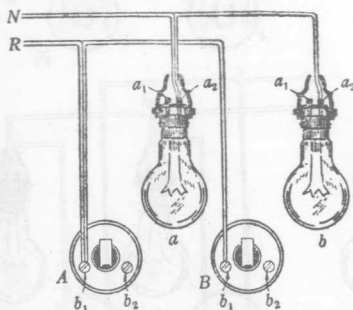

图 8. 正确接綫的第二步
2. 裝接开关綫：方法是把火綫自电源那里引出来，先接在开关 A 的接綫柱 b_1 上，然后用另一段綫也接在开关 A 的 b_1 上，接妥后，引到开关 B 的接綫柱 b_1 上，妥为旋紧（见图 8）。技工們习惯上叫它：“开关綫始終进开关”！